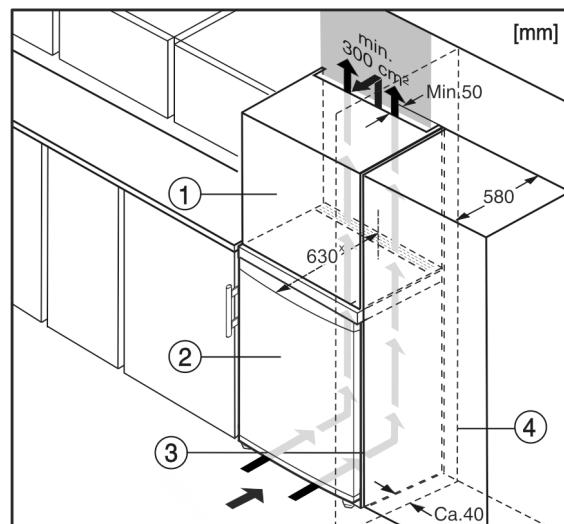

Fig. 6
- (1) Nástavná skříňka*
(2) Přístroj*
- (3) Kuchyňská skřín*
(4) Stěna*
Přístroj lze zabudovat do kuchyňských skříní. K vyrovnání přístroje Fig. 6 (2) na výšku kuchyňské linky lze na přístroj nasadit nástavec Fig. 6 (1).
Při montáži do kuchyňských skříní (hloubka max. 580 mm) lze přístroj instalovat hned vedle kuchyňské skříně Fig. 6 (3). Přístroj přesahuje přední stěnu kuchyňské skříně na stranách o 34 mm x a uprostřed o 50 mm x.
Když se přístroj instaluje závesy vedle stěny Fig. 6 (4), musí být vzdálenost přístroje od stěny alespoň 40 mm. To odpovídá přesahu madla při otevřených dveřích.*